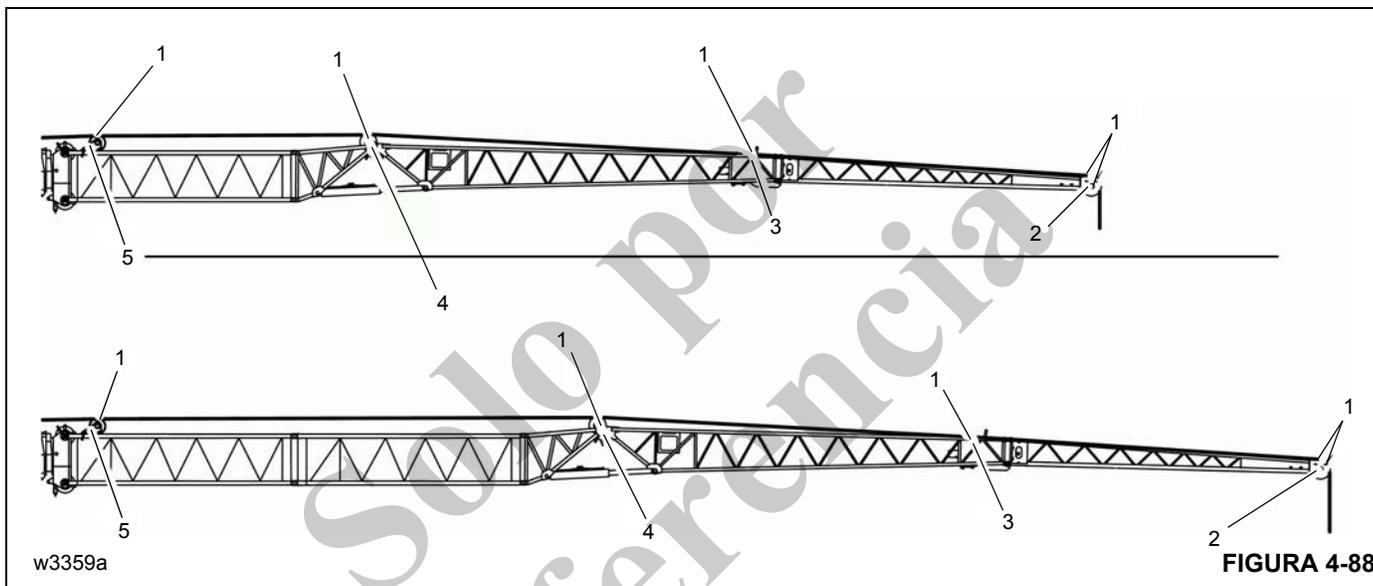

FIGURA 4-88
- Retire las varillas y los rodillos sujetadores de cable de elevación (1) (Figura 4-88).
- Guíe el cable de elevación por las poleas deflectoras (3) y por la polea de cabeza (2) en la sección de 33 pies (10.1 m) o en la sección de 23 pies (7 m). Vuelva a colocar en su lugar todas las varillas y rodillos que sostienen el cable de elevación y fíjelos con pasadores de retención.
- Saque el cable de elevación de la polea de cabeza (2) y de las poleas deflectoras (3), y colóquelo sobre el suelo, en el lado izquierdo.